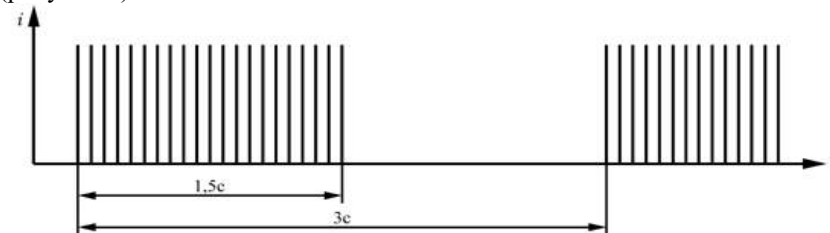

Рисунок 3 - Однополупериодный ритмический **ОР**
2.2.3. Однополупериодный ритмический **ОР** – серии импульсов тока вида **ОН** (рисунок 3).